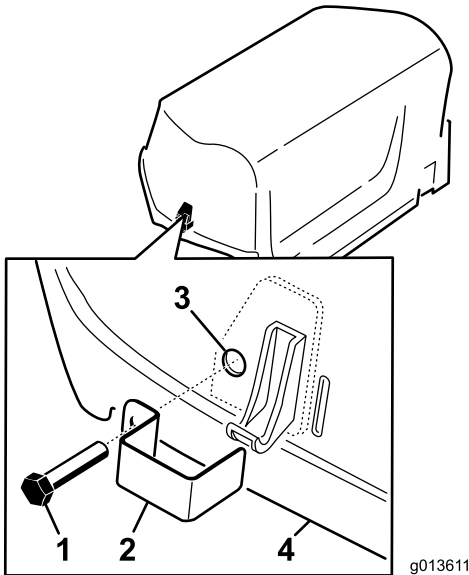

Рисунок 5
1. Установите скобы защелок над левой и правой защелками капота (Рисунок 5), используя самонарезающие болты (всего 2 шт.).
2. Используя плоскогубцы или разводной ключ, наверните на каждый болт стопорную шайбу с внутренним зубом (1–2 витка резьбы) для фиксации болтов (Рисунок 5).